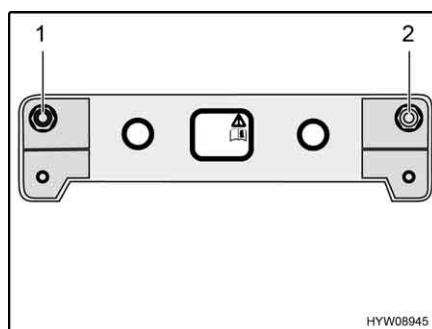

Fig. 17 Valvole di riempimento di emergenza
Nel vano motore sono installate due valvole di riempimento di emergenza (Fig. 17, 1 e 2) su una lamiera di sostegno. Queste valvole sono collocate in modo che in base alla loro posizione (nel senso di marcia) possano essere associate ai lati delle molle pneumatiche. Inoltre sono contrassegnate.
- Riempire uniformemente con aria compressa le valvole di riempimento di emergenza (Fig. 17, 1 e 2) presenti su entrambi i lati, fino al raggiungimento del livello di marcia normale del veicolo.